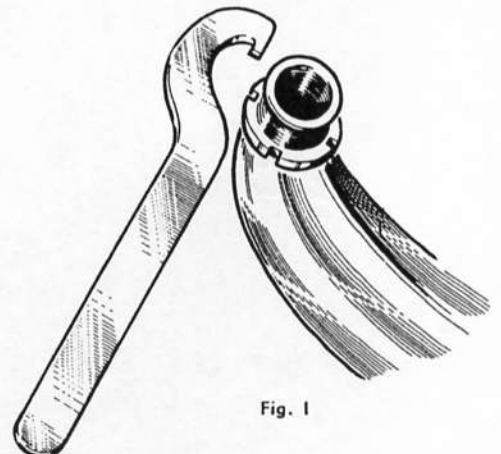

Fig. 1
- Débrancher la commande de changement de vitesses en desserrant les 2 serre-câbles (E) du secteur et en retirant les câbles (clé de 8) ; afin de faciliter le remontage, repérer la position des câbles sur le secteur.
- Desserrer l'écrou cranté du pot d'échappement (clé 0.74) (fig. 1) ainsi que la vis de fixation du pot à l'arrière (clé de 12 dans le cas du modèle Sport et clé de 8 dans le cas du modèle Tourisme). Retirer l'ensemble tuyau et pot d'échappement (attention au joint).